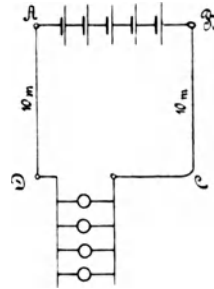

Fig. 17.
86. Fünf Elemente von je 1,8 [1,9] (1,8) V elektromotorischer Kraft und 0,2 [0,19] (0,25) Ω innerem Widerstand sind hintereinander geschaltet. 10 [12] (15) m von der Stromquelle entfernt, werden 4 [5] (6) parallel geschaltete Glühlampen von je 16 [20] (24) Ω Widerstand gebrannt, welche durch 2 je 1,2 [1,5] (2) mm dicke Kupferleitungen AD und BC mit der Stromquelle verbunden sind (Fig. 17). Gesucht wird: